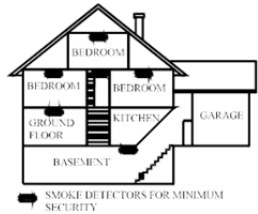

Figure 3: Montage der Melder in einem Mehrstöckigen Haus
- ◆ Montieren Sie bei mehrgeschossigen Gebäuden je einen Melder im Flur eines jeden Geschosses siehe Figure 3.